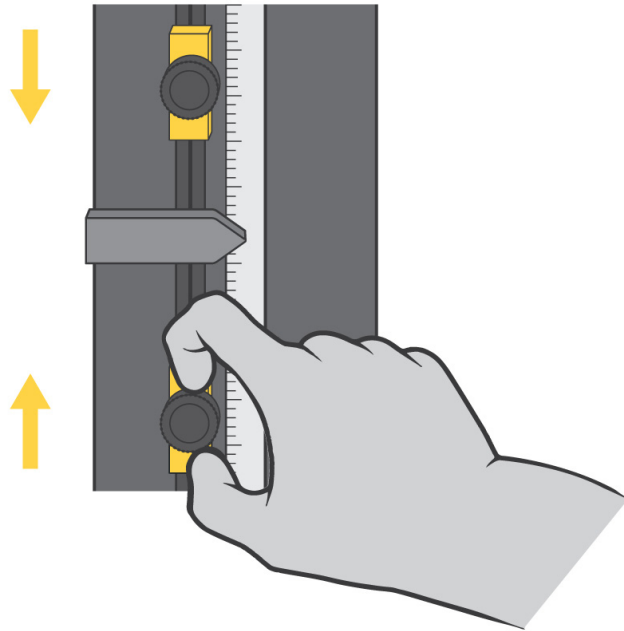

Figura 26. Configuración de las paradas límite
Las paradas límite de la cruceta son dos cierres ajustables montados en la varilla del interruptor del límite, que se encuentra dentro de la columna de la máquina, como se muestra en la Figura 26 en la página 134. Las paradas límite (1 y 2) tienen tornillos que se aprietan y sueltan a mano; se pueden desplazar a cualquier posición de la varilla del límite. Coloque estas paradas justo después de los parámetros del ensayo para evitar el sobrerrecorrido de la cruceta. Cuando la cruceta alcanza el recorrido máximo predefinido, el actuador del interruptor (3) entra en contacto con una de estas paradas.